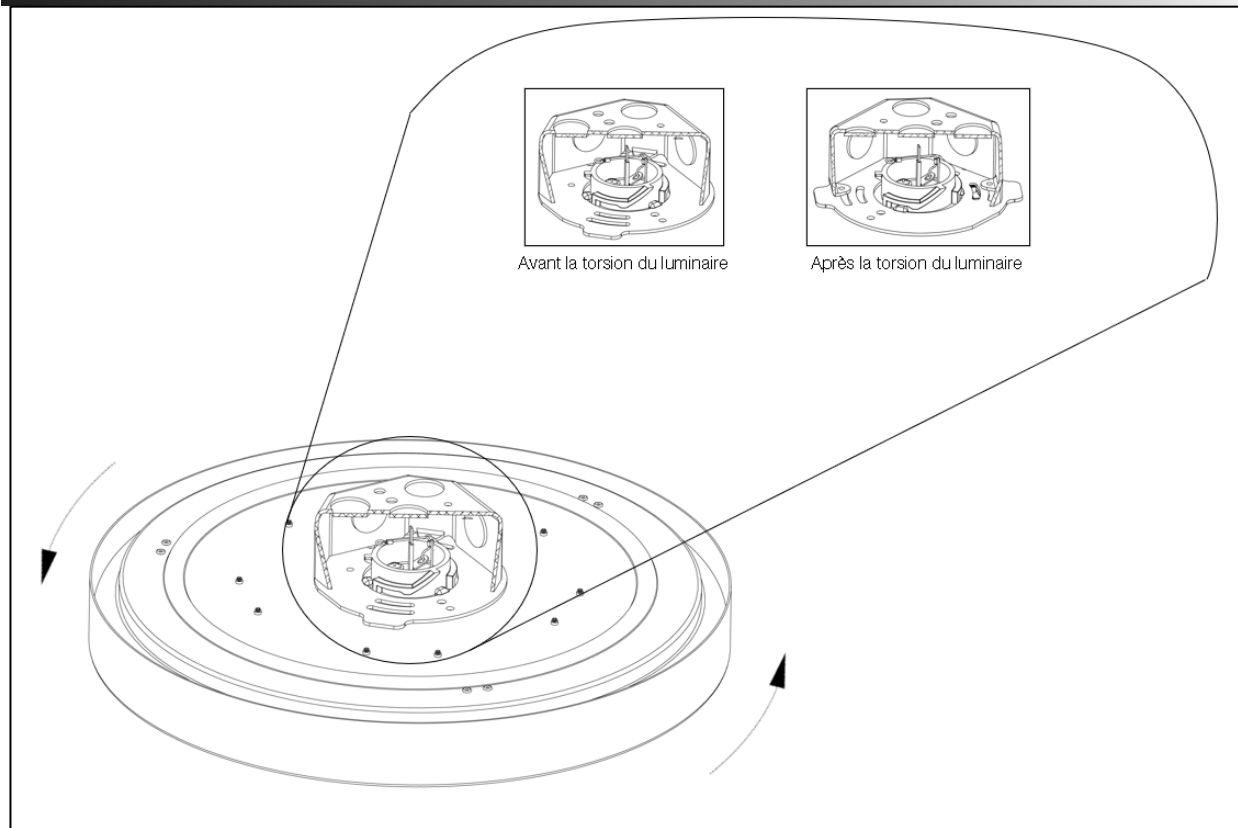

Figure 8
29. Fixer l'ensemble du luminaire au support de montage en tournant le luminaire dans le sens HORAIRE tout en poussant doucement vers le haut dans le boîtier de raccordement, comme illustré à la *Figure 8*. L'installateur doit sentir une légère « bosse » pour confirmer que le luminaire s'est verrouillé en place. Le luminaire doit être tourné dans le sens horaire de 90 degrés par rapport à l'alignement de la flèche pour être complètement installé. Si le boîtier de raccordement déborde du plafond, c'est peut-être qu'il y a un espace entre le luminaire et le plafond.